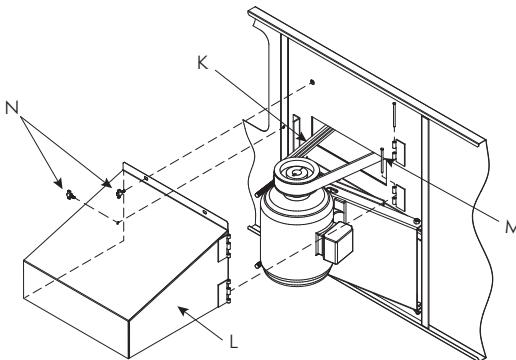

图 20b – 电动机保护罩和Power-Band高强皮带的安装
(见图20b)。利用“J”型螺栓上的螺母来调整皮带松紧度
10. 装上电动机保护罩 (L)，对上铰链，插入铰链销 (M)，见图20b。
11. 合上电动机保护罩 (L)，并装上蝶型螺栓 (N)。